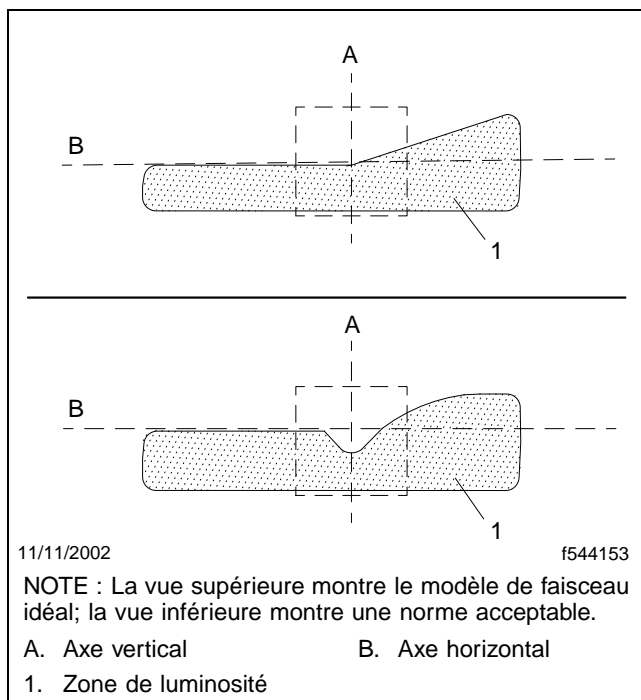

Fig. 14.3, Modèles d'éclairage des faisceaux de phare
5. Allumez les feux de route, en position de feux de croisement. Reportez-vous à la **figure 14.3** pour
2. Le véhicule stationné à une distance de 7,6 m (25 pi) de l'écran ou du mur, positionnez les feux en mode de croisement et placez les deux boutons de réglage dans la même position (si nécessaire) pour ajuster l'éclairage des phares de manière à ce que le modèle du faisceau soit conforme à la norme acceptable indiquée à la **figure 14.3**. Tournez les boutons dans le sens des aiguilles d'une montre pour lever le faisceau, et dans le sens contraire des aiguilles d'une montre pour le baisser.